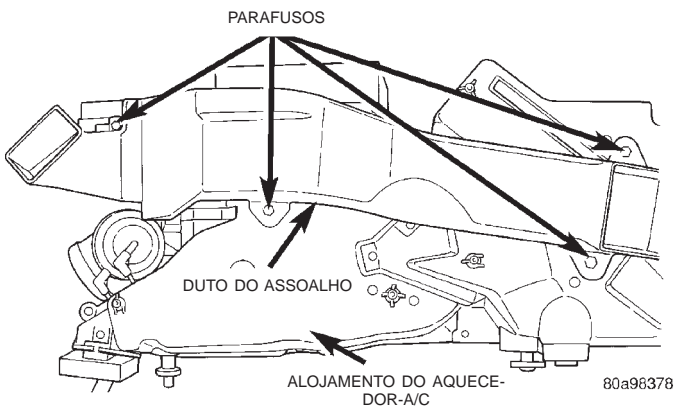

Fig. 65 Remoção/Instalação do Duto do Assoalho
(1) Remova os quatro parafusos que prendem o duto do assoalho na parte inferior do alojamento do aquecedor-A/C (Fig. 65).